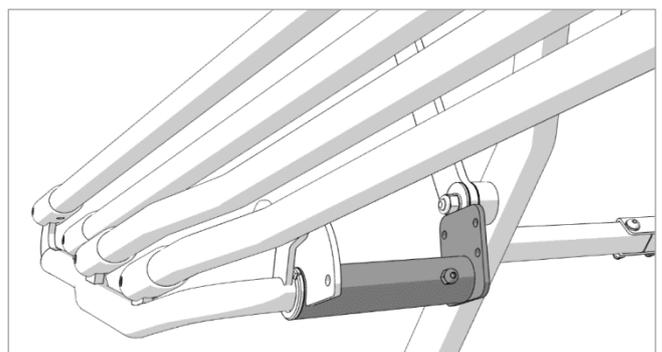
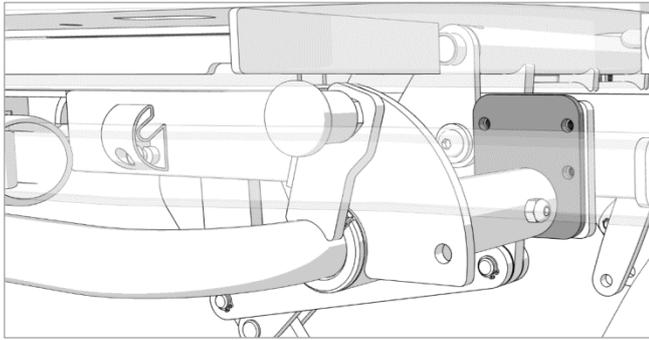

Figure 6.9
Figure 6.10
9. Munissez-vous de quatre boulons M6 x 10. Soulevez la barrière latérale par la section indiquée sur la Figure 6.9, puis alignez les trous du support de la barrière latérale avec les trous du cadre principal comme illustré sur la Figure 6.10.